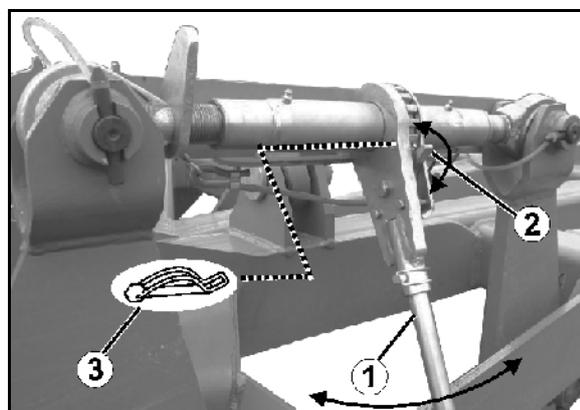

Fig. 48
1. Retirez la goupille (Fig. 48/3).
2. Enclenchez le levier pivotant (Fig. 48/2) en respectant le sens de rotation souhaité.
3. Rallongez / raccourcissez la broche par le biais du levier (Fig. 48/1).
4. Bloquez le réglage avec la goupille (Fig. 48/3).